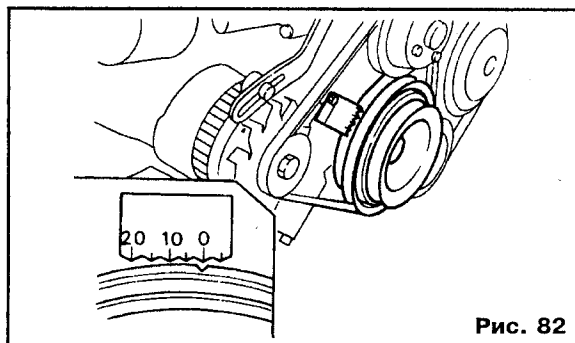

Рис. 82
1. Проверьте, находится ли цилиндр № 1 в верхней мертвой точке хода сжатия (см. рис. 82).